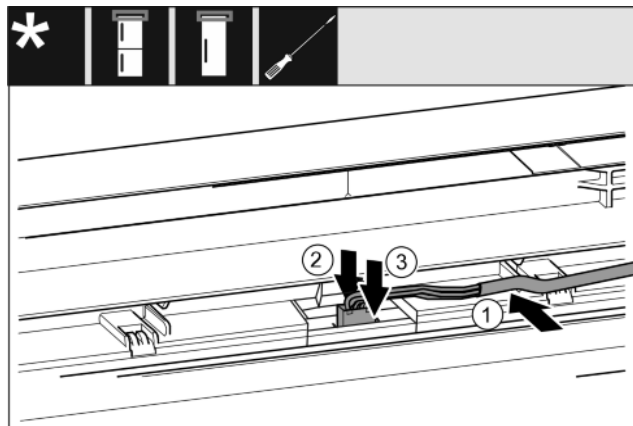

Fig. 35
- ▶ Umetnite sivi kabel u vodilicu u gornjim vratima. *Fig. 35 (1)*
- ▶ Uskočni jezičac pritisnite prema natrag *Fig. 35 (2)*
- ▶ Pustite da utikač uskoči. *Fig. 35 (3)*